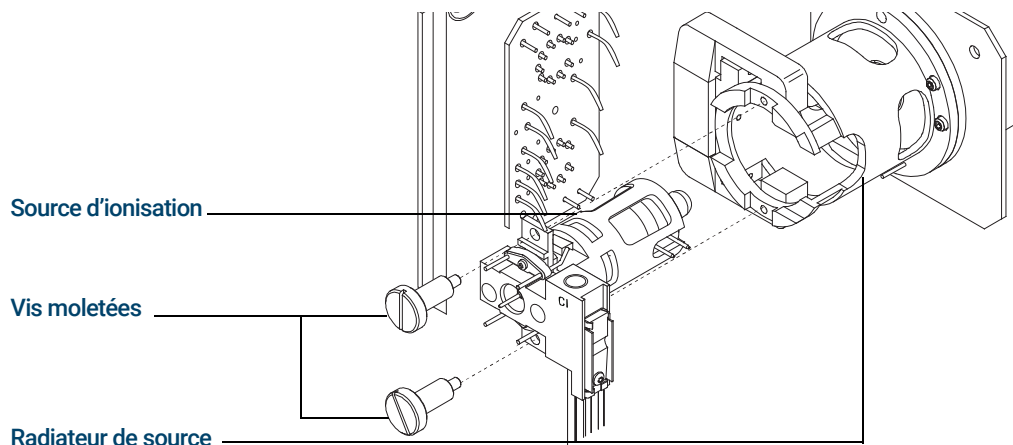

Figure 73. Installation de la source CI
- 4 Installer les vis moletées. (Voir **Figure 73.**)